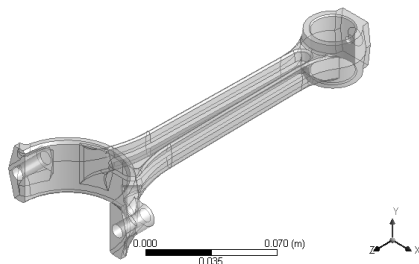

图 16-18 几何模型
Step3 : 双击项目 A 中的 A3 Geometry, 此时会进入到 DesignModeler 界面, 轴几何模型如图 16-18 所示。